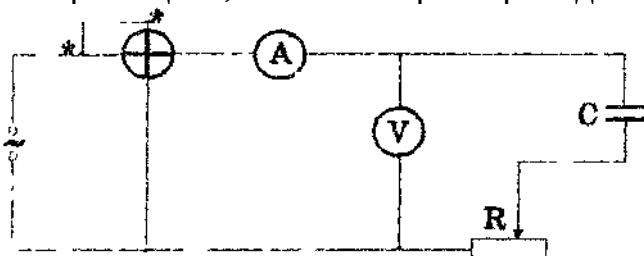

Рис. 8 Схема измерительной цепи, в которой нагрузка включает как активный (резистор), так и реактивный (конденсатор) элементы
4. Рассчитайте активную мощность ( $P = UI$ ), сравните её значение с показаниями ваттметра. В соответствии с правилом (6) рассчитайте погрешность косвенных измерений активной мощности. Результаты расчетов занесите в таблицу 1.
6. Соберите цепь, схема которой приведена на рис. 8